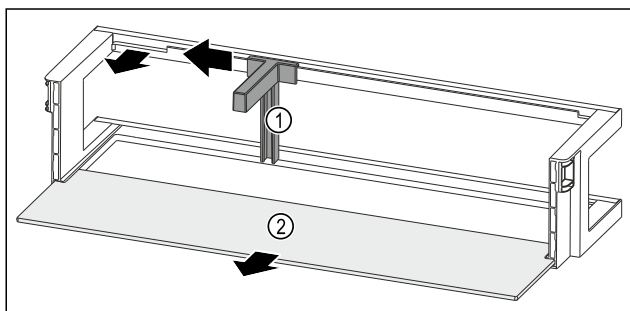

Fig. 231 Deurrek met flessenhouder en draagplateau
- Flessenhouder Fig. 231 (1) tot aan de uitsparing opzij schuiven.
- Flessenhouder Fig. 231 (1) verwijderen.
- Draagplateau Fig. 231 (2) verwijderen.